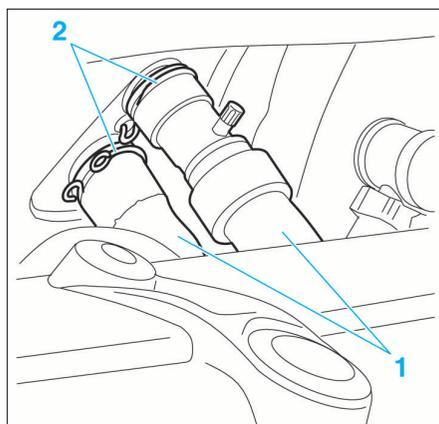

FIG. 21
- Mettre en place des pince-durits sur les durits (1) de refroidissement moteur, à l'entrée du boîtier de chauffage, au niveau du tablier dans le compartiment moteur (Fig.21).
- Déposer les clips de maintien (2) puis débrancher les durits (1) de radiateur de chauffage.